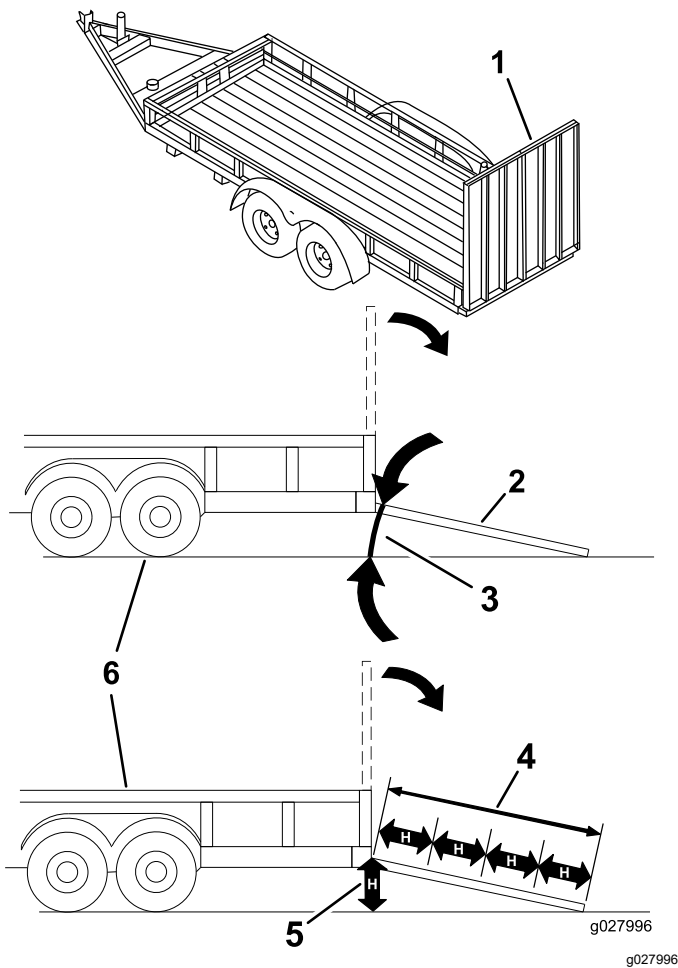

Figura 29
**El cargar la máquina en un remolque o un camión aumenta la posibilidad de un vuelco y podría causar lesiones graves o la muerte (Figura 29).**
1. Baje la rampa, asegurándose de que el ángulo entre la rampa y el suelo no supera los 15 grados (Figura 29).